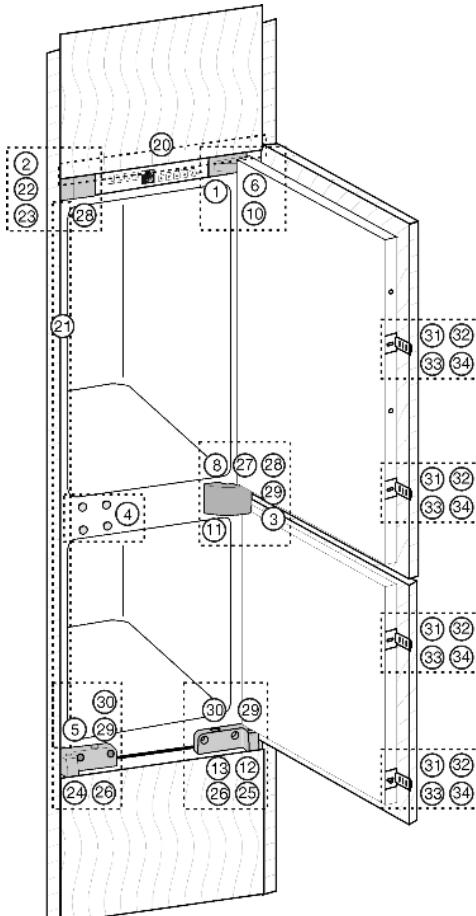
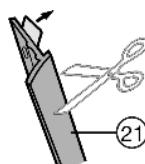
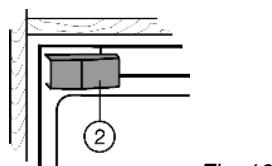

Fig. 6
Fig. 9
Fig. 10
► Наклейте облицовочную планку Fig. 9 (21) со стороны ручки заподлицо с лицевой стороной на боковую стенку устройства: снимите защитную пленку и наклейте облицовочную планку.
► При необходимости укоротите декоративную планку Fig. 9 (21) по высоте ниши.
► Установите декоративную планку Fig. 9 (21) точно под крепежным углком Fig. 6 (22).
► Снимите крышку Fig. 10 (2). При первом монтаже:
► Снимите крышку Fig. 6 (3) со среднего кронштейна Fig. 10 (11).